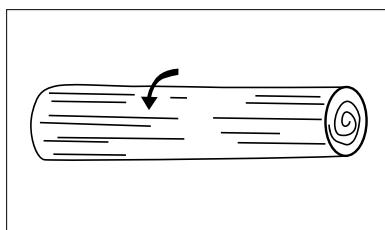

Fig. 20
1. Lorsque le tronc est soutenu sur toute sa longueur, guidez la tronçonneuse de haut en bas et en même temps assurez-vous que la chaîne ne touche pas le sol (Fig. 20).